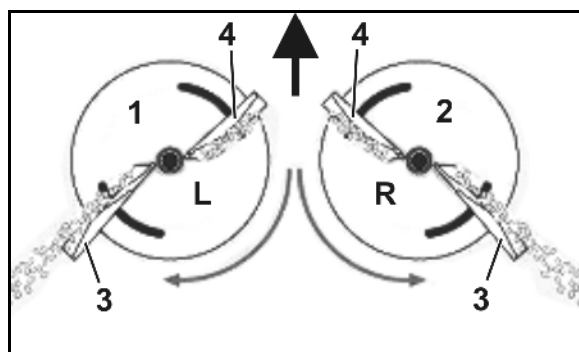

Рис. 28
- левый распределяющий диск (Рис. 28/1) с маркировкой **L**.
- правый распределяющий диск (Рис. 28/2) с маркировкой **R**.
- Длинная (Рис. 28/3) – шкала настройки со значениями от 35 до 55.
- Короткая (Рис. 28/4) – шкала настройки со значениями от 5 до 28.